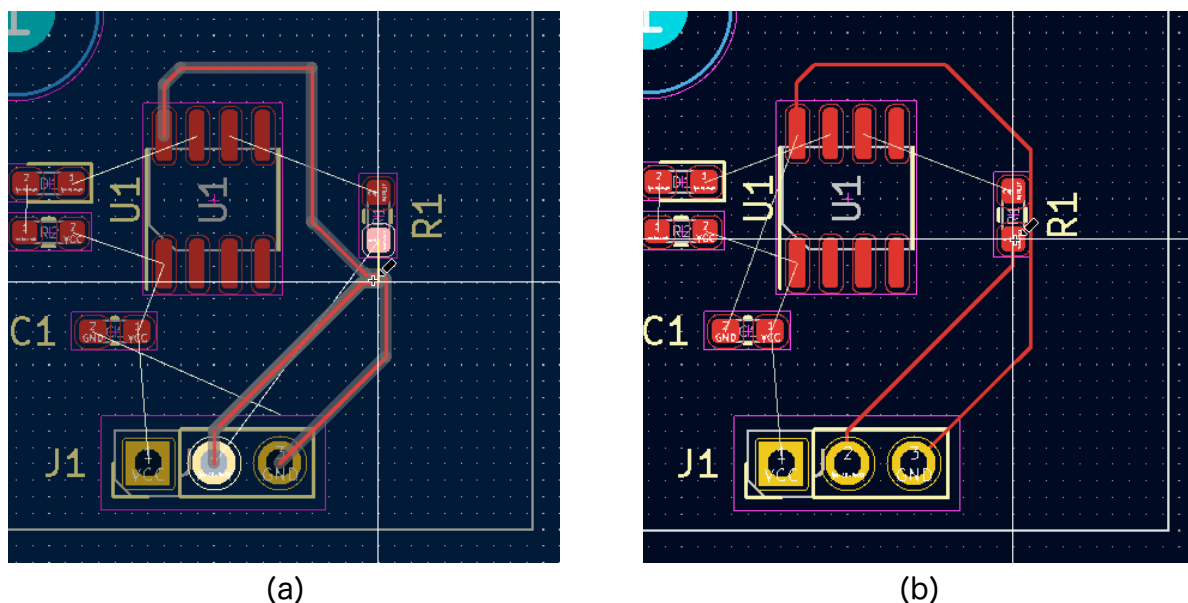

図7-24
③ 既存の配線に手動配線の先端を近づけると既存の配線が押しのけられます。図7-24-(a)
④ そのまま既存の配線を押しのけて配線を目的の端子に接続します。図7-24-(b)